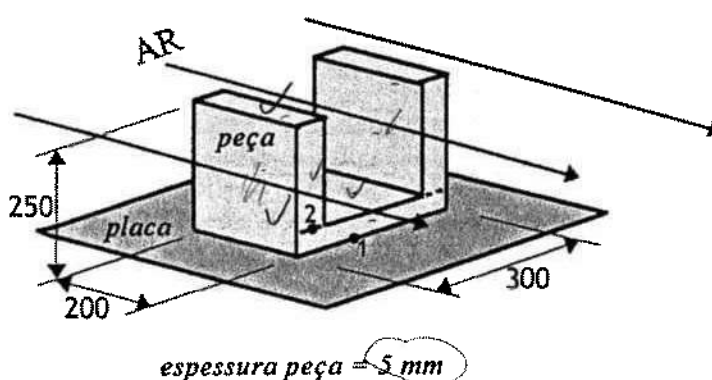

Figura 1
1. Uma peça metálica ($\lambda = 200 \text{ W/m.K}$, $\rho = 2900 \text{ kg/m}^3$, $c_p = 900 \text{ J/kg.K}$) com as dimensões indicadas na figura 1, está colocada sobre uma placa mantida a 100°C , por um sistema de aquecimento, atingindo o seu fundo a mesma temperatura ($T_1 = 100^\circ\text{C}$). Sobre a peça, incide ar a 20°C e $1,0 \text{ m/s}$, com a direcção representada na mesma figura.
- Supondo que o coeficiente de convecção é em constante em toda a peça, determine a temperatura na face 2 (T_2) da peça (ver figura 1).